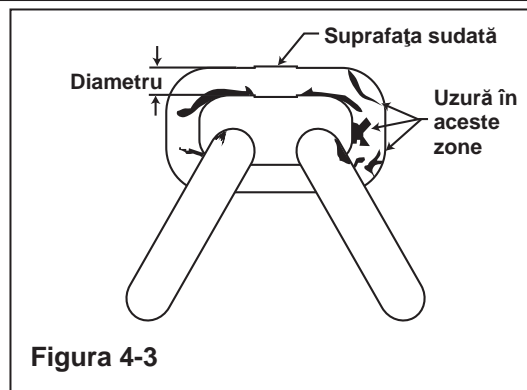

Figura 4-3
- Pas 2. Fixați o sarcină pe troliu și exploatați balansierul în direcțiile de ridicare și coborâre. Lanțul trebuie să intre și să iasă lin în/din balansier. Dacă lanțul pentru sarcină sare, se gripează sau este zgomotos, inspectați fiecare din zale pentru a constata dacă este îndoită, prezintă fisuri în zona de sudare sau a umerilor, creștături și smulgeri transversale, stropi de sudură, coroziune în puncte, striatii, uzură generală, inclusiv suprafețele lagărelor între zalele lanțului și reducerea diametrului zalei (Vezi Figura 4-3)